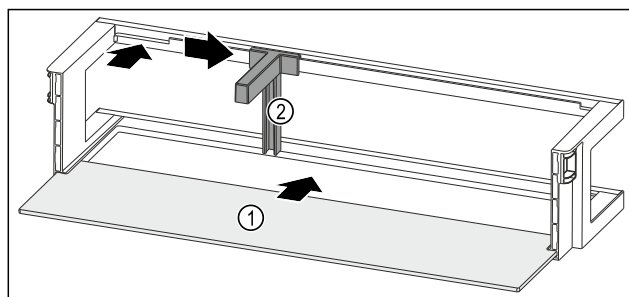

Fig. 152 Dveřní přihrádka s odkládací plochou
- Odkládací plochu Fig. 152 (1) zasuněte do bočních vybrání.
- Držák lahví Fig. 152 (2) vložte do vybrání.
- Držák lahví Fig. 152 (2) posuňte na stranu do požadované polohy.